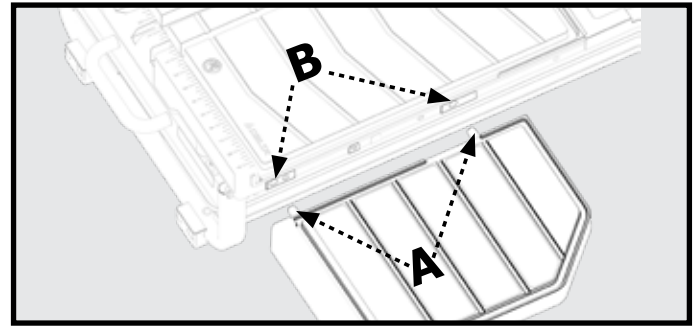

Figura 12
1. La extensión de la mesa (12) se instala en el lado derecho de la mesa de trabajo.
2. Coloque la extensión de la mesa de manera que las dos clavijas (A) se alineen con los agujeros (B) en la mesa de trabajo como se muestra en la Figura 12.